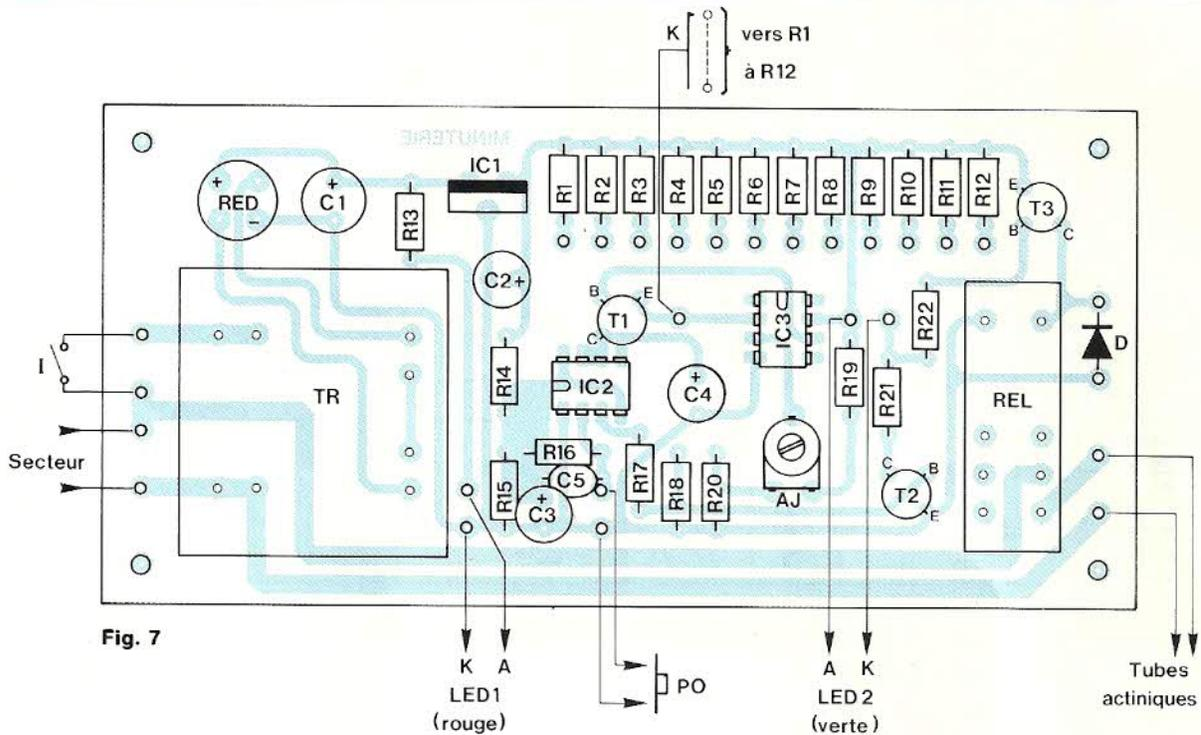
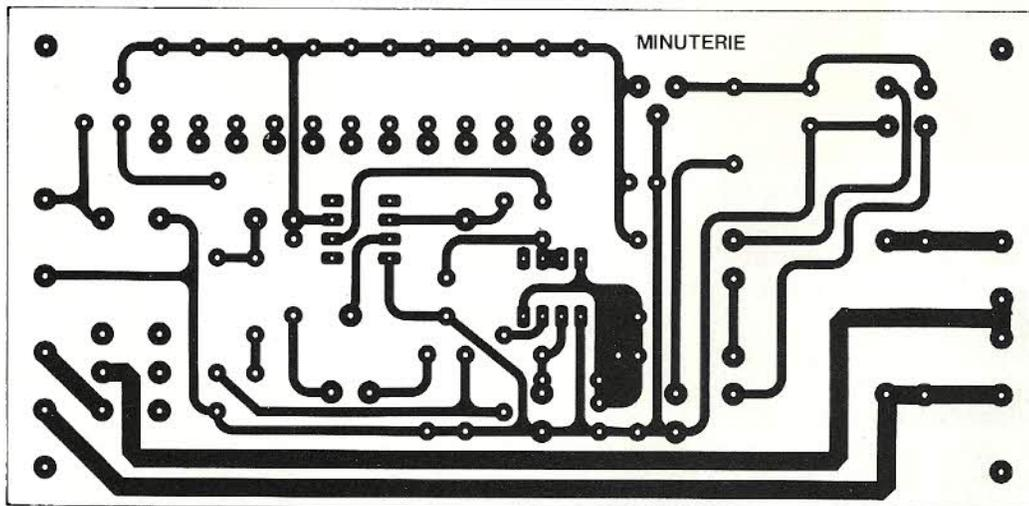

Fig. 7
Fig. 6
place sur le circuit imprimé dessiné en figure 6, conformément au schéma d'implantation de la figure 7. On trouve, selon les constructeurs, deux écarts possibles pour les cosses du transformateur : c'est pourquoi nous avons prévu deux possibilités d'implantation des sorties du primaire, ce qui facilite-
**Fig. 6 :** Caractéristiques d'un générateur de tension et d'un générateur de courant. Les intensités  $I$  (ordonnées) sont représentées en fonction des tensions  $V$  (abscisses).